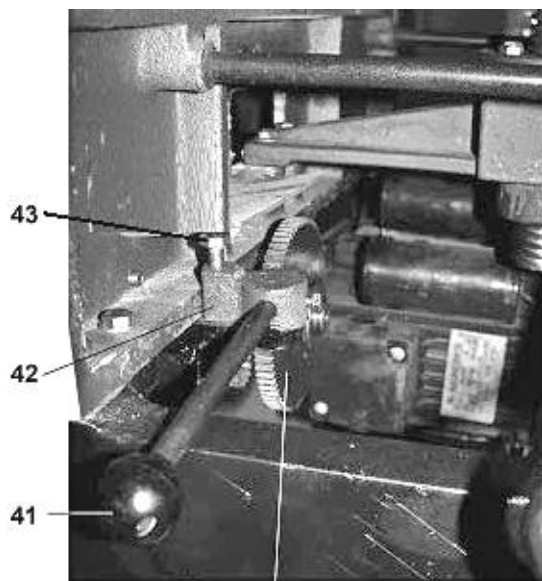
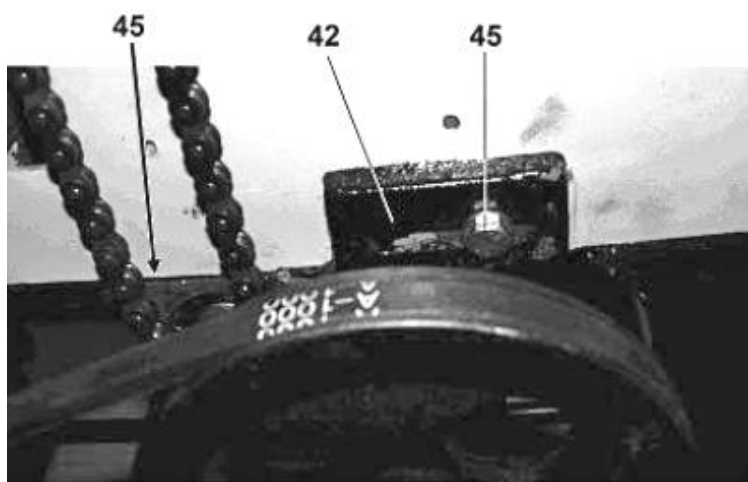
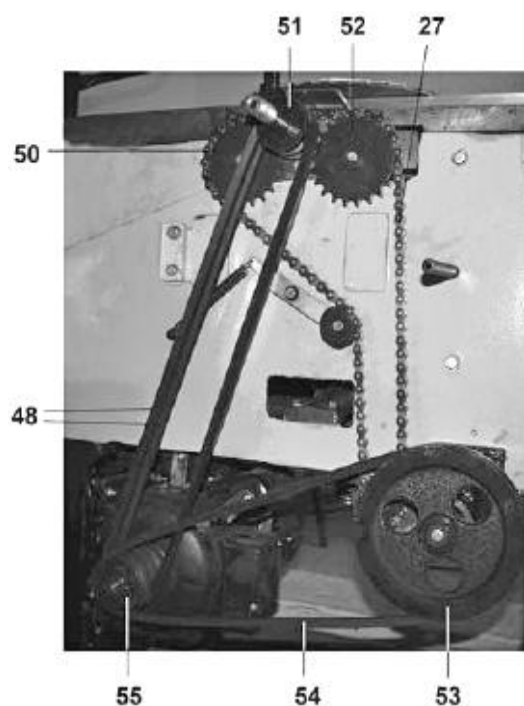
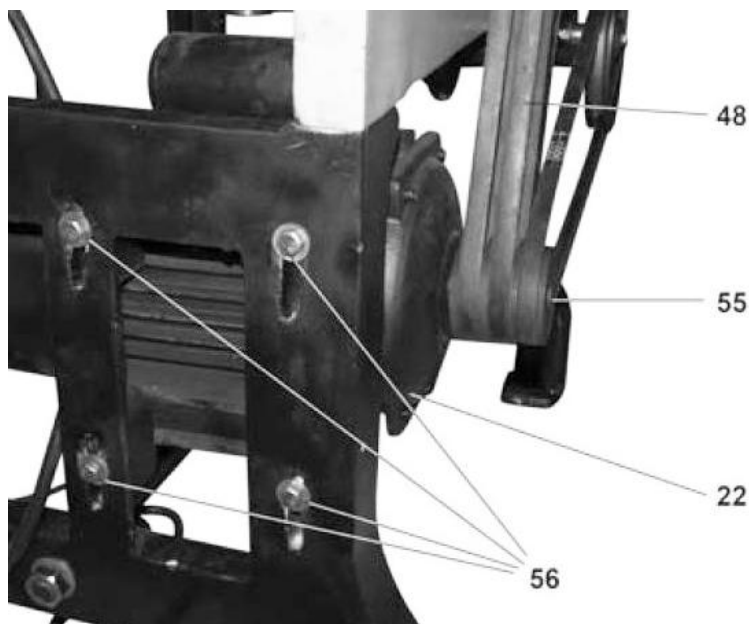

Рис. 5
Рис. 6
Рис. 8
Рис. 9
- Как указано на Рис. 6, установите, и предварительно закрепите двумя установочными болтами (45) (Рис.6), редуктор (42) (Рис.6). Выведите из зацепления шестерню (44) (Рис.5), для чего переместите ручку (41) (Рис.5) по направлению к ближайшей боковой панели станка, положение зафиксируйте винтом фиксации (43) (Рис.5).
- Установите, предварительно закрепив двумя установочными болтами (45) (Рис.6), редуктор (42) (Рис.6). Выведите из зацепления шестерню 44 (Рис.5), для чего переместите ручку (41) (Рис.5) по направлению к ближайшей боковой панели станка, положение зафиксируйте винтом фиксации (43) (Рис.5).
- Установите цепь (27) (Рис.8).
- Ослабьте фиксацию винтов (56) (Рис. 9), переместите двигатель (22) (Рис. 9) в верхнее положение, зафиксируйте винты (56) (Рис. 9). На шкивы (51 и 55) (Рис. 8,9) установите два ремня передачи (48) (Рис. 9). На шкивы (53 и 55) (Рис. 8) установите ремень передачи (54) (Рис. 8).
Произведите натяжение ремней (48) (Рис. 9), для чего ослабьте фиксацию винтов (56) (Рис. 9) и переместите электродвигатель (22) (Рис. 9) вниз, положение зафиксируйте четырьмя болтами (56) (Рис. 9). Натяжение ремня передачи (54) (Рис. 8) произведите перемещением блока редуктора (42) (Рис. 6),
положение зафиксируйте установочными болтами (45) (Рис. 6). Слабое натяжение ремней способствует проскальзыванию на шкивах, а чрезмерное натяжение приводит к их преждевременному износу. Периодически проверяйте натяжение ремней. Новые ремни первые 50 часов проверяйте не реже 8 часов работы.